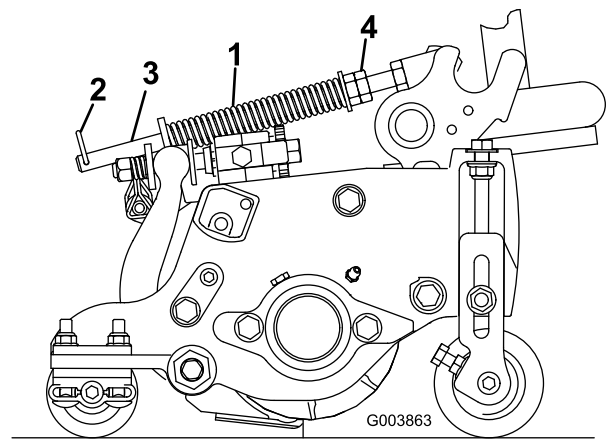

図 15
ターフ補正スプリング（図 15）は、前ローラから後ローラへと、カッティングユニットの体重移動を行います。（これによりユニットを安定させ、いわゆる「波打ったような」仕上がり（ボビングとかマーセリングといわれる現象）を防いでいます。
1. ヘアピンコッターがスプリングロッドの後の穴に差し込まれていることを必ず確認しおいてください（図 15）。
2. スプリングロッド前部の六角ナットを締めて、スプリング（圧縮状態）の長さが15.9cm になるようにする（図 15）。